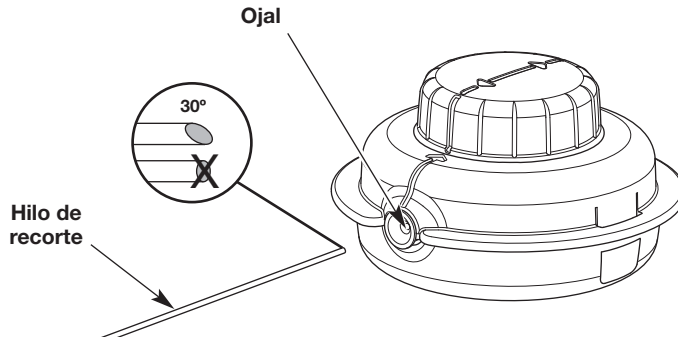

Fig. 2
2. Corte dos largos de 10 pies (3.0 m) de hilo de recorte nuevo. Corte un extremo de cada hilo en un ángulo de 30° (Fig. 2).
4. Enhebre uno de los hilos por uno de los ojales del cabezal de corte (Fig. 2). Utilice el extremo angulado y empuje el hilo para que entre unas 3 pulgadas (7.5 cm). Repita este proceso con el otro hilo y el ojal restante.